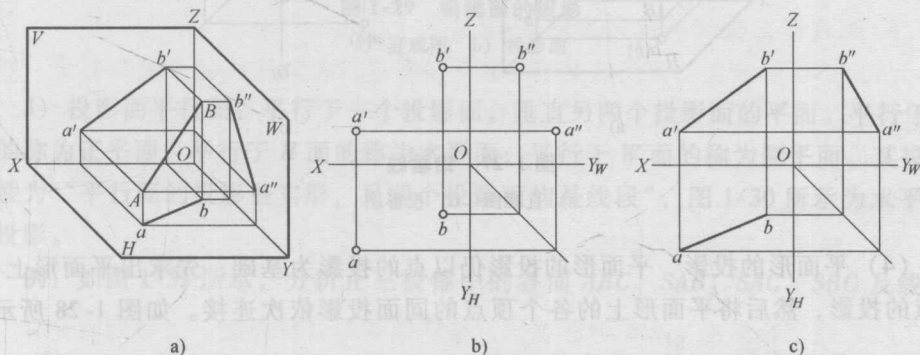

图 1-25 直线的三面投影
(3) 直线的投影 由直线上任意两点的同面投影来确定, 图 1-25 所示为线段两端点 A 、 B 的三面投影, 连接两点的同面投影得到的 ab , $a'b'$, $a''b''$, 就是直线 AB 的三面投影。直线的投影一般仍为直线。
1) 一般位置直线: 对三个投影面都倾斜的直线称为一般位置直线。图 1-25 所示的 AB 就是一般位置直线, 其投影特性为“三面投影均是小于实长的斜线”。